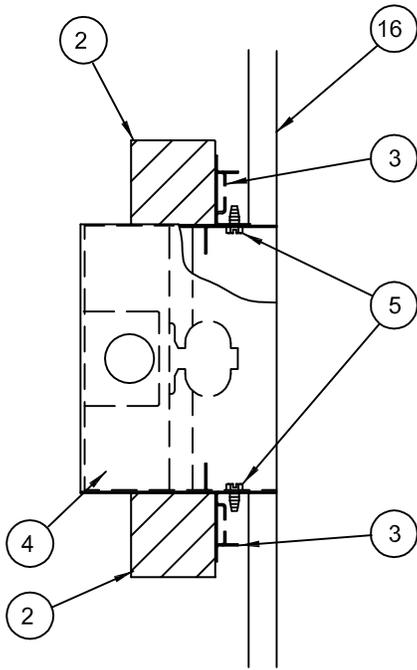

Fig 1
- 1- Instale los soportes de madera (1 y 2) alrededor de la ubicación deseada para la caja protectora (Vea Fig. 1 y 2).
- 2- Sujete dos soportes "L" (3) a la caja (4) con los tornillos de soporte (5) y clave al armazón de madera (2) (Vea Fig. 1 y 2). Ubique la caja (4) de modo que el borde delantero esté a ras de la superficie de la pared acabada (16).
- 1- Insérez les montants (1 et 2) à l'endroit désiré pour le dispositif d'éclairage (Voir Fig. 1 et 2).
- 2- Fixez deux supports en "L" (3) au logement (4) à l'aide des vis de support (5) et clouez au cadre mural (2) (Voir Fig. 1 et 2). Placez le logement (4) de manière que le bord frontal soit au ras de la surface du mur fini (16).
- 1.- Frame in Studs (1 & 2) at desired Fixture location (See Fig 1 & 2).
- 2.- Attach two "L" Brackets (3) to Housing (4) with Bracket Screws (5). and Nail to Wall Frame (2)(See Fig 1 & 2). Position Housing (4) so that Front Edge is Flush with Finished Wall Surface (16) when completed.